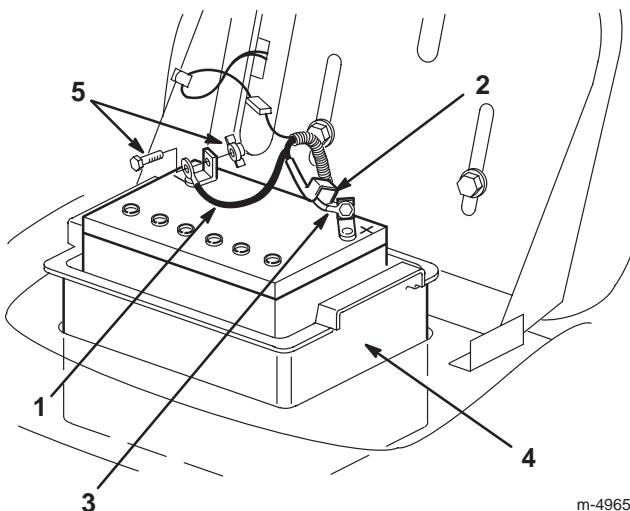

Figure 23
6. Débranchez le câble négatif (noir) de mise à la masse de la borne de la batterie (Fig. 23).
7. Repoussez le capuchon en caoutchouc sur le câble positif (rouge). Débranchez le câble positif (rouge) de la borne de la batterie (Fig. 23).
8. Déposez le bac de la batterie et la batterie du châssis (Fig. 23).
1. Placez le compartiment de la batterie et la batterie dans le châssis (Fig. 23).
2. Connectez le câble positif (rouge) à la borne positive (+) de la batterie à l'aide du boulon et de l'écrou papillon (Fig. 23). Glissez le capuchon en caoutchouc sur la borne de la batterie.
3. Connectez le câble négatif (noir) à la borne négative (-) de la batterie à l'aide du boulon et de l'écrou papillon (Fig. 23).